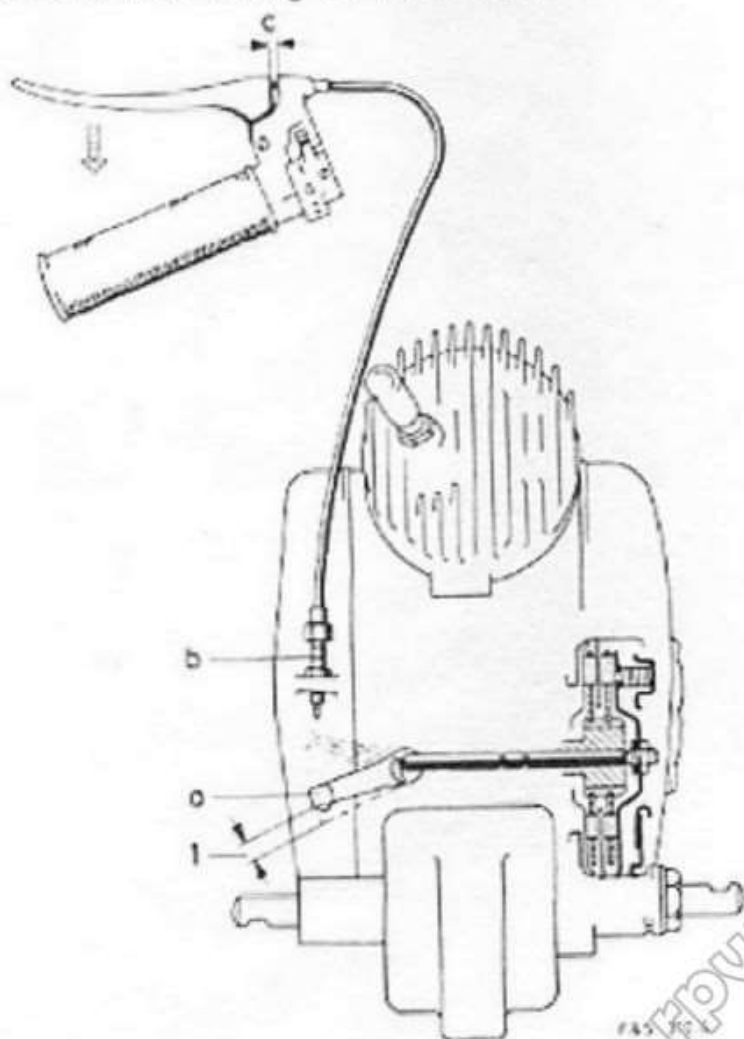

Bild 53
Der Seilzug für die Kupplung ist in den Motorkupplungshebel (a) einzuhängen und mittels Seilzugstellschraube (b) ist das Spiel (c) am Lenkerkupplungshebel, das 1 - 3 mm betragen soll, einzustellen. Das Spiel (1) am Motorkupplungshebel selbst beträgt 8 - 10 mm. (Bild 53)